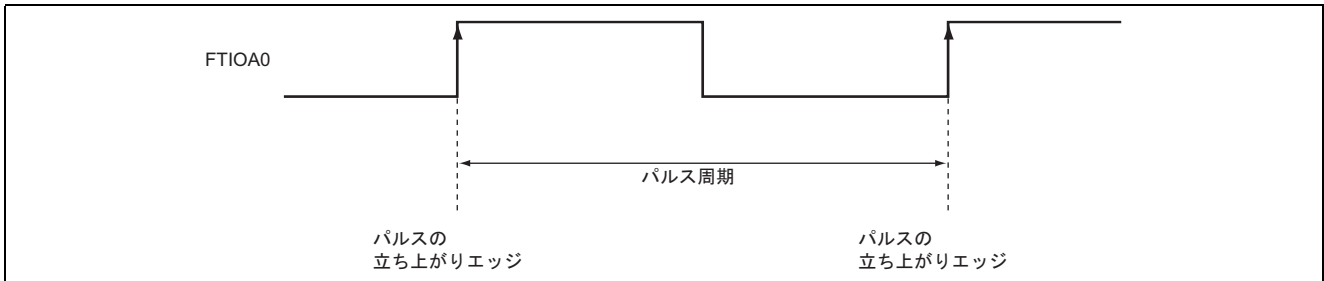

図 1.1 入力パルスの周期測定
1. 図 1.1 に示すように、タイマ Z インพุットキャプチャ機能を使用して、インพุットキャプチャ入力端子 A0 (FTIOA0) に入力されたパルスの周期を測定します。